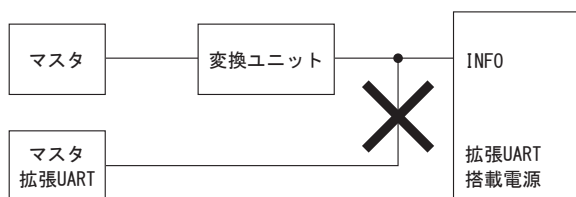

図3.8 接続の禁止例2
- ・拡張UART搭載電源に変換ユニットを接続している場合、電源のINFO端子に他の拡張UART通信のマスタとなる機器を接続しないで下さい（図3.8）。通信ユニットが誤動作する可能性があります。